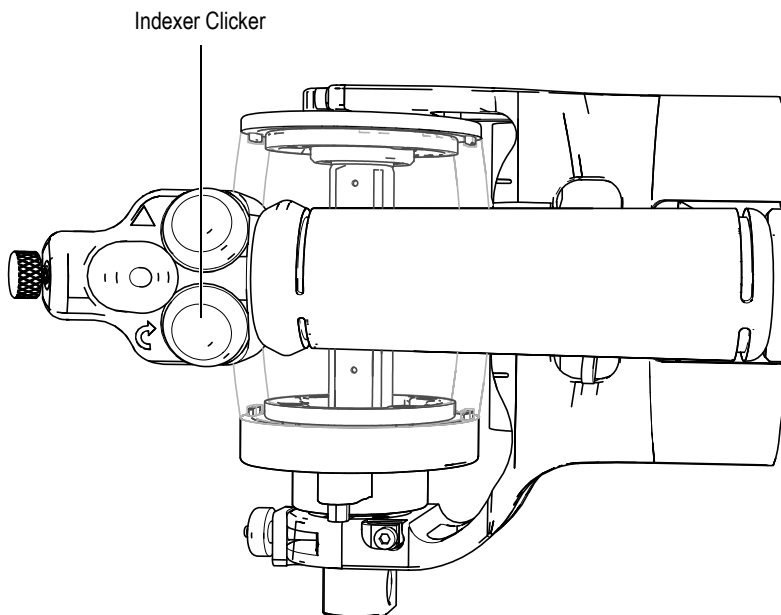

Figura 5-7 Localização do Indexer Clicker
13. Pressione o Indexer Clicker na parte superior da pega do RollerFORM (Figura 5-7 na página 78).